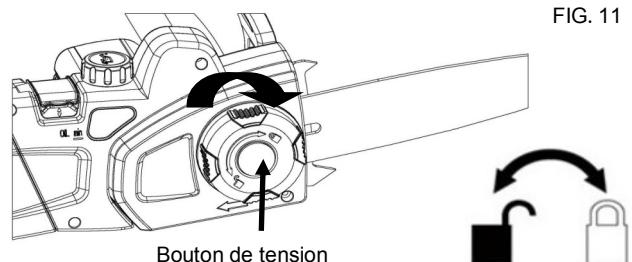

FIG. 11
12. Remettre le couvercle de chaîne en place. Serrer en tournant le bouton dans le sens horaire mais en permettant au guide de se déplacer pour le réglage de la tension. Eliminer le mou de la chaîne en tournant son tendeur dans le sens horaire jusqu'à ce qu'elle soit fermement en place contre le guide, avec les maillons d'entraînement dans la gorge. (Fig. 11)